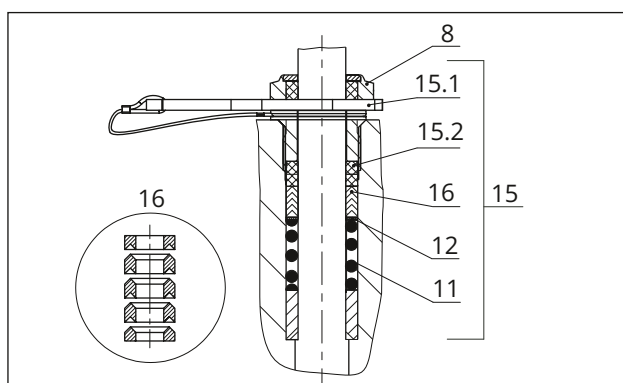

Рис. 27: Сальник ADSEAL
4. Вставьте красную промежуточную шайбу (15.1) между резьбовой втулкой (8) и кольцом-фиксатором, см. Рис. 27.
- Пружина (11)
- плоская шайба (12)
- Уплотнительные кольца (16)
13. Установите фланец (2) на корпус.
14. Аккуратно продвиньте детали сальниковой набивки при помощи соответствующего инструмента по штоку плунжера в уплотнительное пространство. Следите за правильным расположением компонентов, см. Рис. 26 и Рис. 27.
15. Плотно вставьте плунжер (5) в седло (4). При этом закрепите фланец (2) с помощью гаек корпуса (14). Последовательно затяните гайки крест-накрест. Соблюдайте моменты затяжки.
16. Вверните и затяните резьбовую втулку (8). Соблюдайте моменты затяжки.
17. Навинтите, не закрепляя, контргайку (10) и соединительную муфту (9) на шток плунжера.